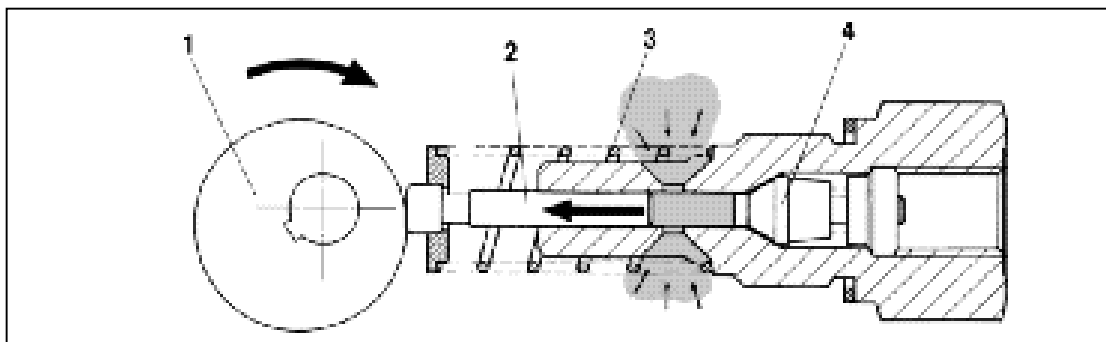

Рис.5. фаза засасывания
- Эл. Мотор приводит во вращение эксцентрик 1 (Рис. 5, 6).
- засасывает поршень 2 смазку из ёмкости, см. Рис. 5.
- Обратный клапан 3. Рис. 7 и Рис. 5, 6: